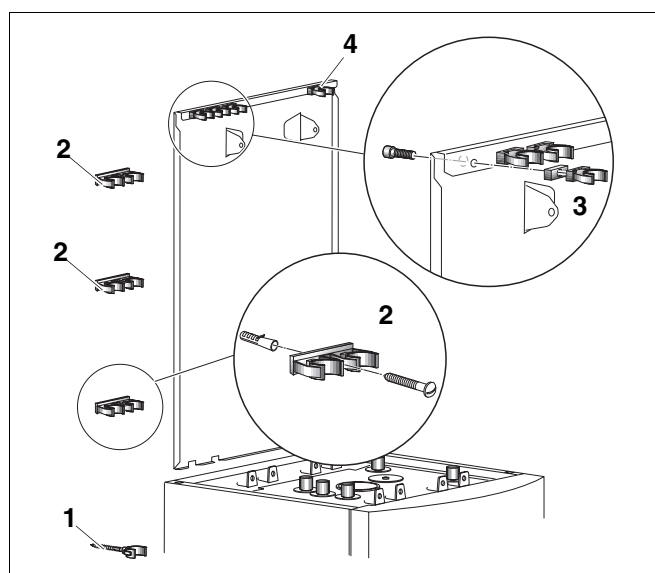

Abb. 26 Positionen Schlauch- und Rohrhalter
- Rohrhalter (Abb. 26, **Pos. 3**) mit Distanzstück an Rückwand mit Schraube anschrauben.
- Doppelschellen (Abb. 26, **Pos. 2**) und Rohrhalter (Abb. 26, **Pos. 1**) für Trichtersiphon mit Dübel und Schraube an die Wand schrauben.